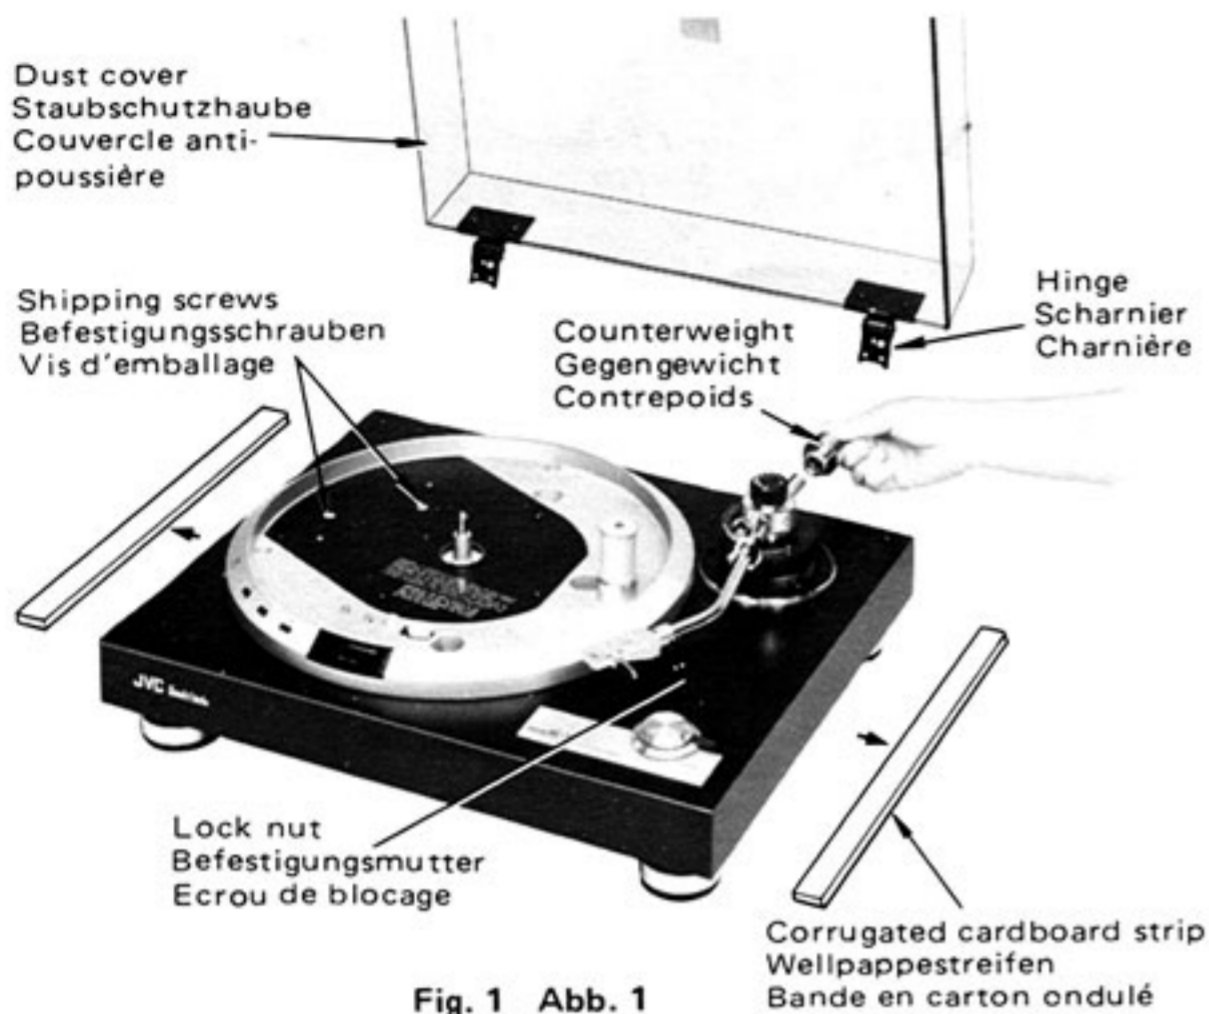

Fig. 1 Abb. 1
1. Remove the corrugated cardboard strips from both sides. (Fig. 1)
2. Pull the dust cover straight upwards to remove it from the cabinet at its hinges. (Fig. 1)
4. Remove 2 red shipping screws securing the transformer. (Fig. 1)
2. Die Staubschutzhaube gerade nach oben aus den Scharnieren ziehen und abnehmen. (Abb. 1)
4. Die zwei roten Befestigungsschrauben entfernen, die den Transformator sichern. (Abb. 1)
1. Enlever les bandes de carton ondulé des deux côtés. (Fig. 1)
2. Tirer vers le haut le couvercle anti-poussière afin de retirer celui-ci de l'appareil à l'emplacement de ses charnières. (Fig. 1)
4. Retirer les 2 vis rouges d'emballage retenant le transformateur. (Fig. 1)
Reference: When disassembling the headshell from the tonearm, loosen the lock nut of Fig. 1. When mounting, insert the headshell and secure with the lock nut.
zur Beachtung: vor der Abnahme des Systemträgers vom Tonarm ist die Befestigungsschraube, die in Abb. 1 gezeigt wird, zu entfernen. Beim Einbau des Systemträgers diesen in den Tonarm einstecken und mit der Befestigungsschraube sichern.
Référence: Pour le démontage de la coquille du bras de lecture, desserrer l'écrou de blocage de Fig. 1. Pour le montage, insérer la coquille et la bloquer avec l'écrou de blocage.